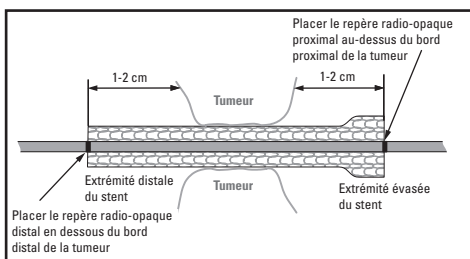
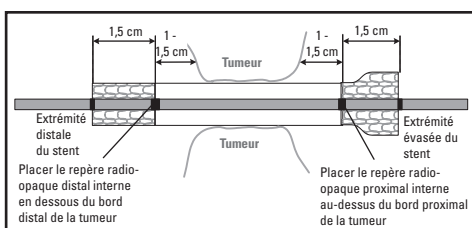

Figure 2A. Positionnement du système de mise en place et du stent non couvert
Figure 2B. Positionnement du système de mise en place et du stent couvert
Les repères radio-opaques du système de mise en place peuvent être utilisés afin de faciliter le positionnement du stent sous radioscopie. Ils sont au nombre de deux (2) sur le système de mise en place du stent non couvert. Celui du stent couvert est muni de quatre (4) repères radio-opaques. Les deux (2) repères radio-opaques externes des stents couverts et non couverts indiquent la position estimée des extrémités du stent déployé (voir les figures 2A et 2B). Les deux (2) repères radio-opaques internes du stent couvert indiquent la position estimée des extrémités du revêtement du stent déployé (voir la figure 2B).
Pour les stents non couverts, positionner le système de mise en place sous radioscopie de sorte que le repère radio-opaque proximal se trouve au-dessus du bord proximal de la tumeur et que le repère radio-opaque distal se trouve en dessous du bord distal de la tumeur, ce qui permet de centrer la tumeur entre les repères (voir la figure 2A).
Pour les stents couverts, positionner le système de mise en place sous radioscopie de sorte que le repère radio-opaque proximal **interne** se trouve au-dessus du bord proximal de la tumeur et le repère radio-opaque distal **interne** se trouve en dessous du bord distal de la tumeur, ce qui permet de centrer la tumeur entre les repères (voir la figure 2B).